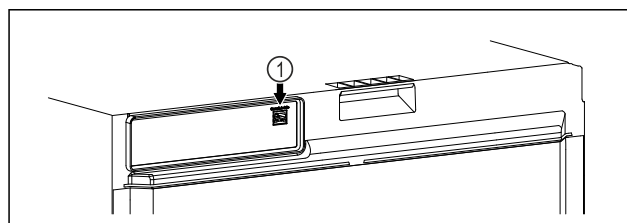

Fig. 142
- El SmartModule Fig. 142 (1) está colocado.